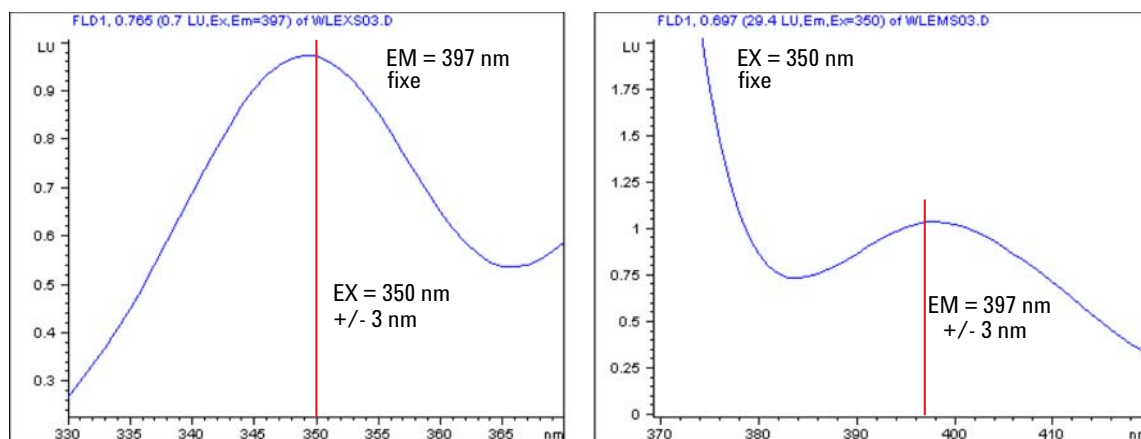

Figure 61 Spectres d'excitation et d'émission (résultats attendus)
Par conséquent, le maximum doit se situer à 350 nm \pm 3 nm (voir Figure 61, page 175).
Par conséquent, le maximum doit se situer à 397 nm \pm 3 nm (voir Figure 61, page 175).
- 4 Ouvrez le tracé de spectre en ligne et observez le maximum comme illustré à la Figure 61, page 175 (gauche).
- 6 Ouvrez le tracé de spectre en ligne et observez le maximum comme illustré à la Figure 61, page 175 (droite).